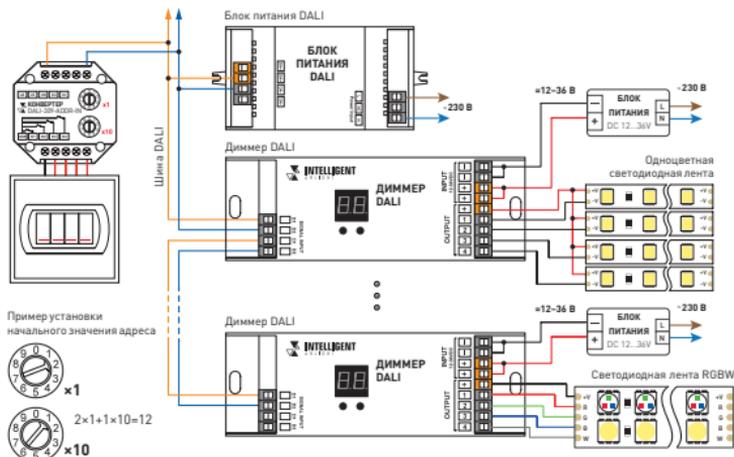

Рисунок 1. Схема подключения конвертера
- 3.2. Подключите кнопочный выключатель с нормально разомкнутыми контактами к клеммам GND (общий провод всех кнопок) и K1, K2, K3, K4 (см. рис. 1).